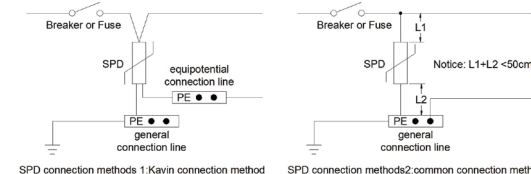

Рис. 3. Способы подключения TL240L385-1PN
- При подключении TL240L385-1PN рекомендуется использовать мост Кельвина. Обычное параллельное соединение также возможно, но в этом случае необходимо использовать многожильный медный кабель с изоляцией, площадью поперечного сечения и общей длиной не менее 16 мм² и 0.5 м соответственно (Рис. 3)